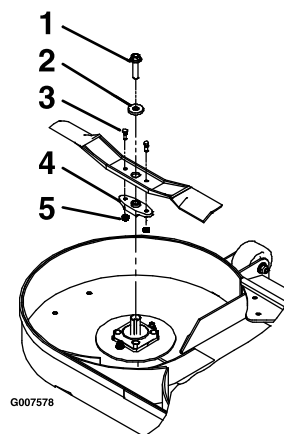

Figura 74
3. Rimuovete la lama, la rondella e il bullone della lama che fissano la lama e il giralama (Figura 74).
4. Togliete il giralama dalla lama esistente (Figura 74).
- Montate il giralama sulle nuove lame con i bulloni di sicurezza e i dadi di bloccaggio (Figura 74).
- Installate la lama, la rondella e il bullone della lama sull'asse del fusello (Figura 74).